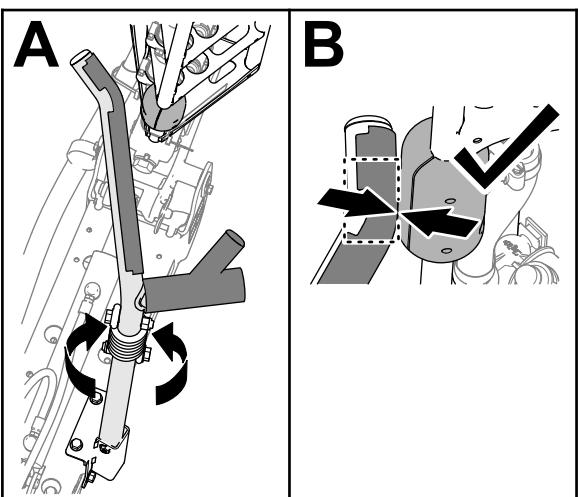

図 105
4. クレードルアセンブリを回転させてクレードルチューブをブームの上部チューブにあるスライドロックに合わせる図 105。
**注** ブロックが上側クレードルチューブの曲がり部分に当たっていれば調整は適切です図 105。